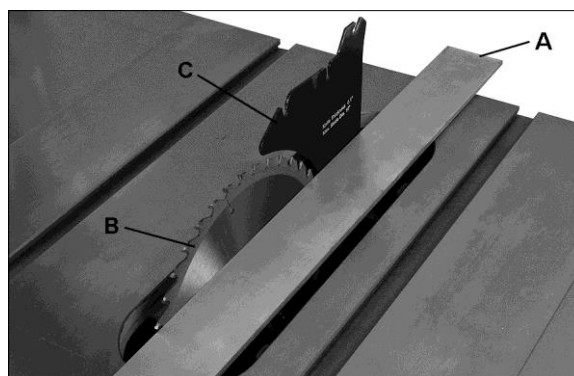

Рис. 20
2. Поместите линейку (см. рис. 20) на столе, так что бы край упирался в пильный диск (B, рис. 20) и расклинивающий нож (C, рис. 20). Поверните пильный диск так, чтобы верхняя часть зуба пильного диска касалась линейки. Пильный диск и расклинивающий нож должны быть на одной линии.